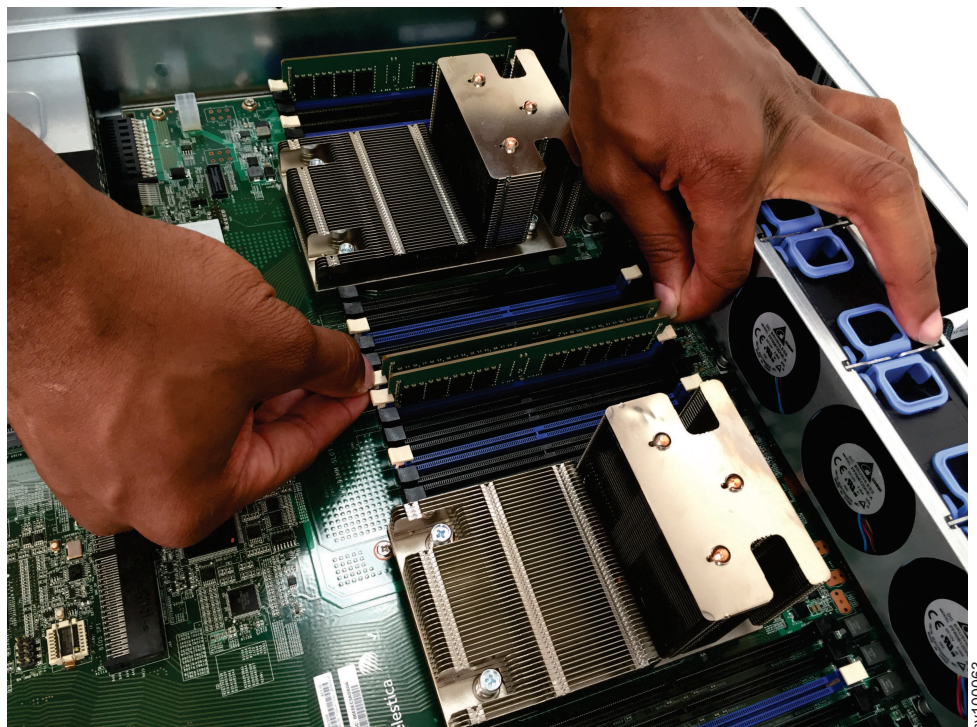

Figura 107. Ejetando um módulo de memória
5. Pressione os cliques de bloqueio na lateral do DIMM para ejetá-lo, conforme mostrado em Figura 107.